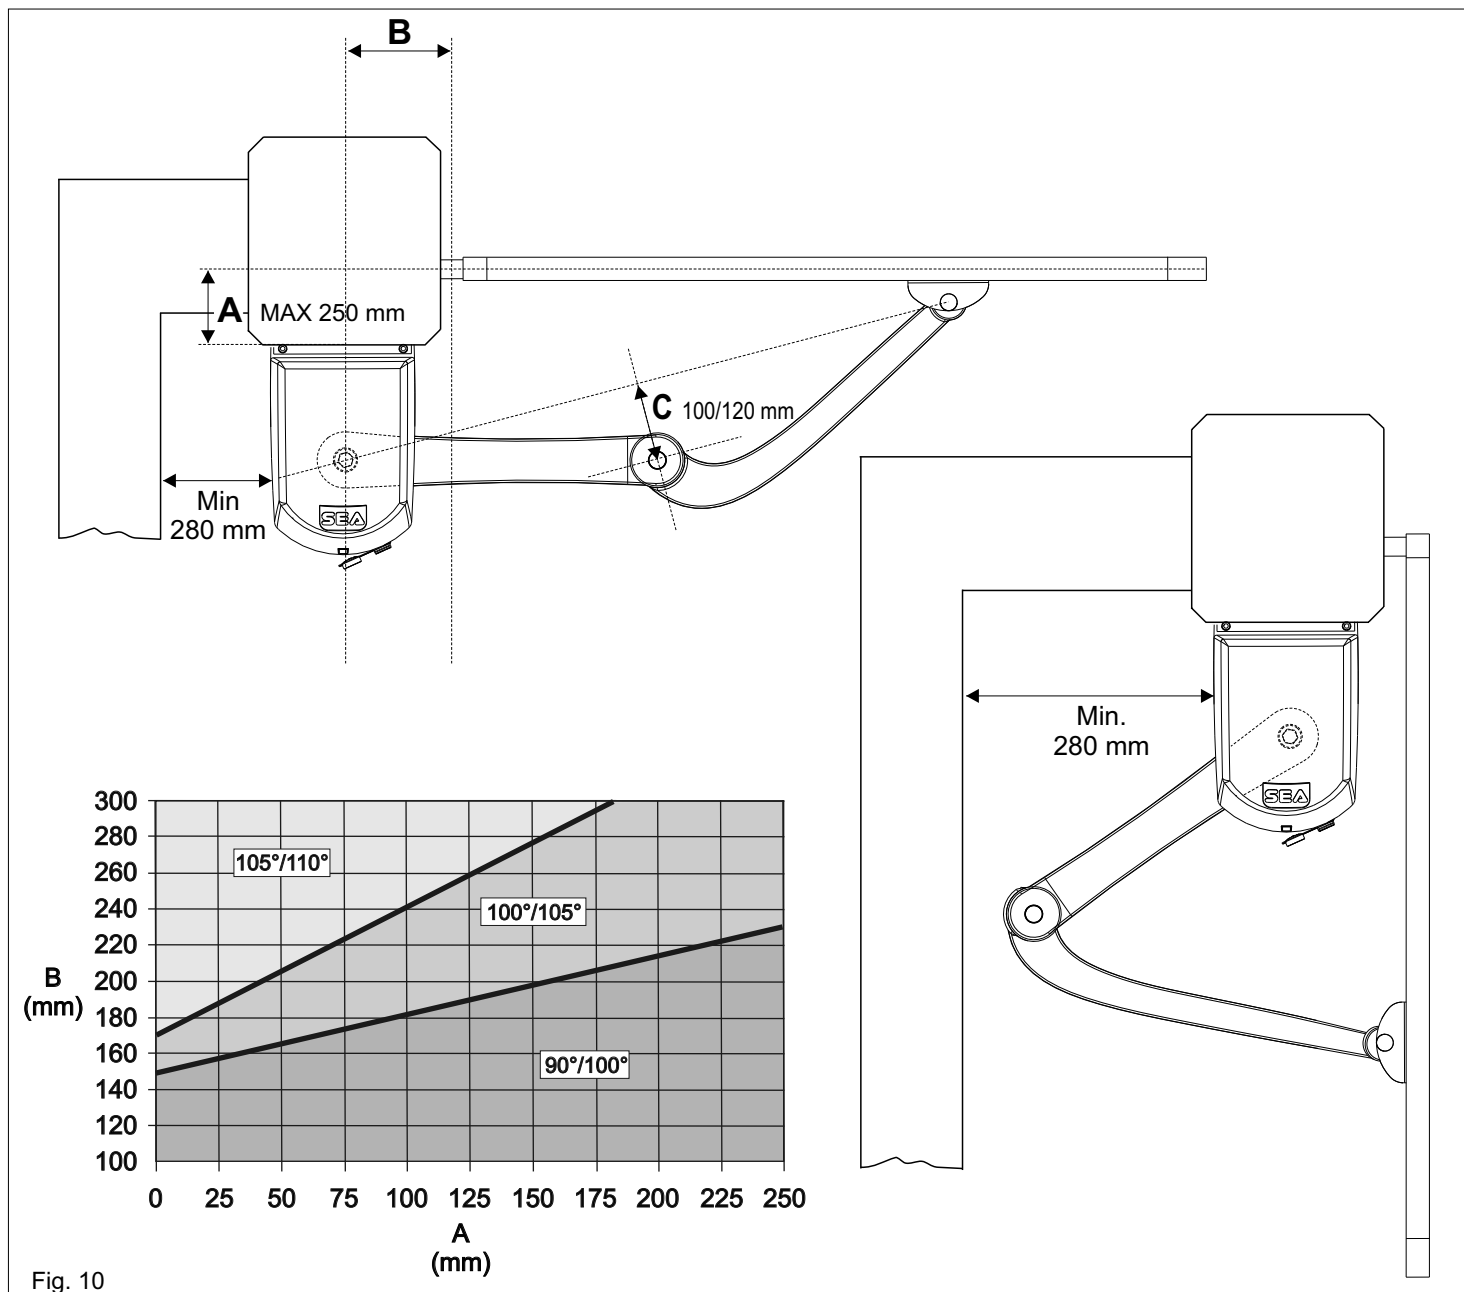
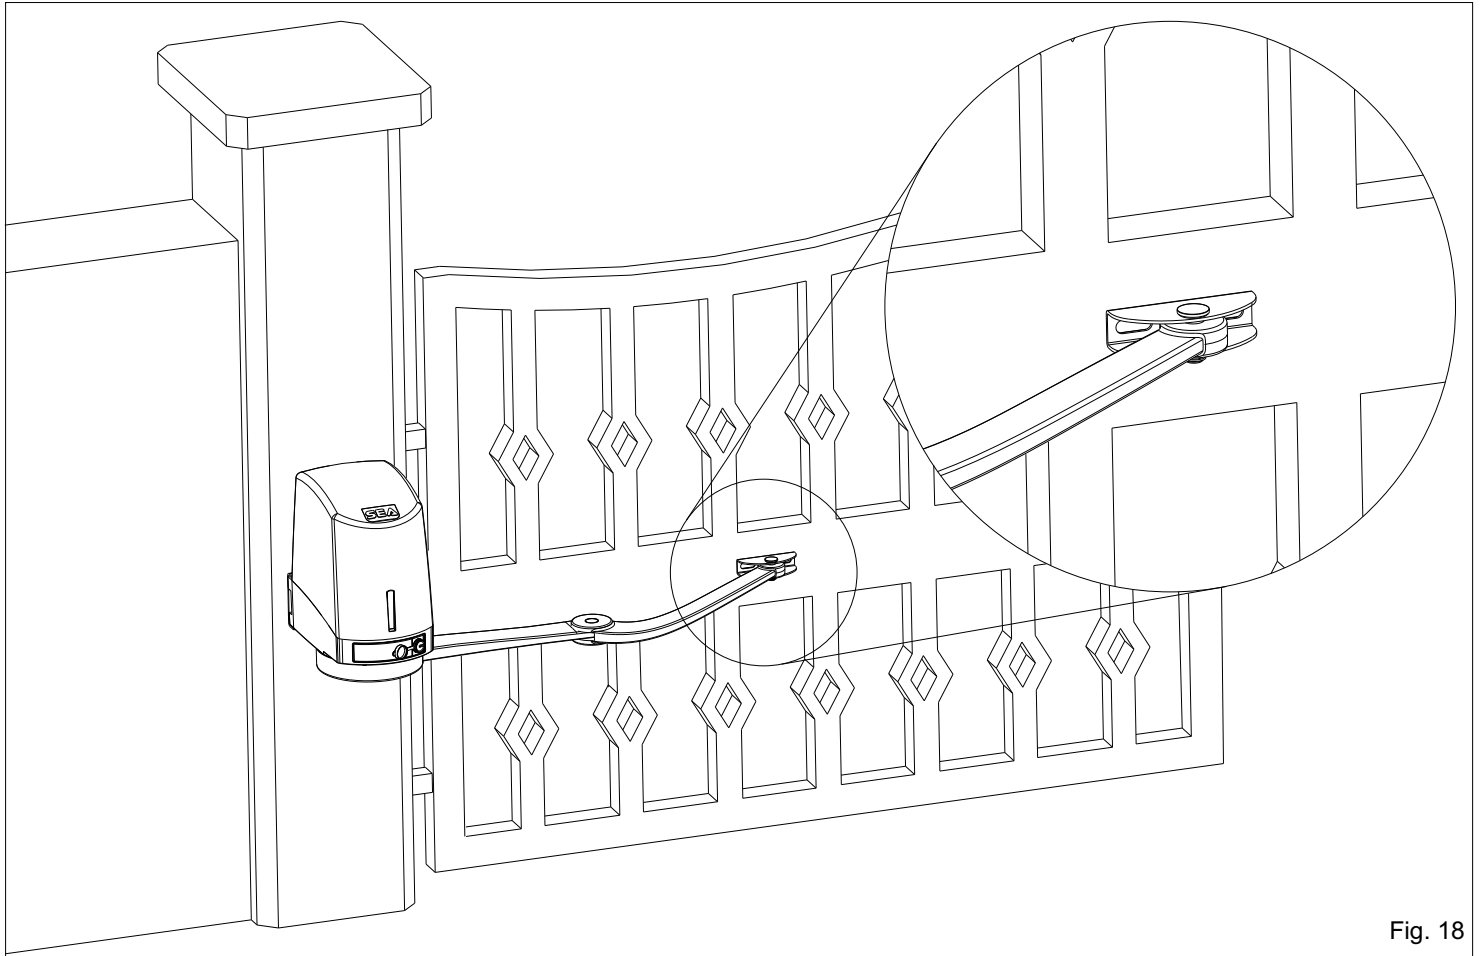
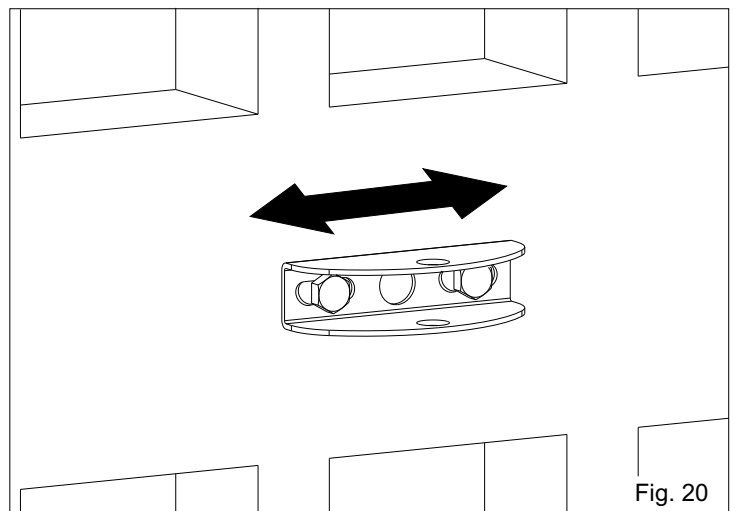

Fig. 10
Fig. 18
Fig. 20
- Étendre le bras articulé comme dans Fig. 10 appuyer la jonction antérieure réglable sur le portail et tracer deux signes au centre des deux boutonnières (Fig. 18) en respectant la mesure indiquée dans Fig. 10.
- Avant de fermer les vis mouvoir vers la droite ou vers la gauche la jonction antérieure pour consentir le bon positionnement du bras au portail (Fig.20) et le respect de la mesure C indiquée dans Fig. 10